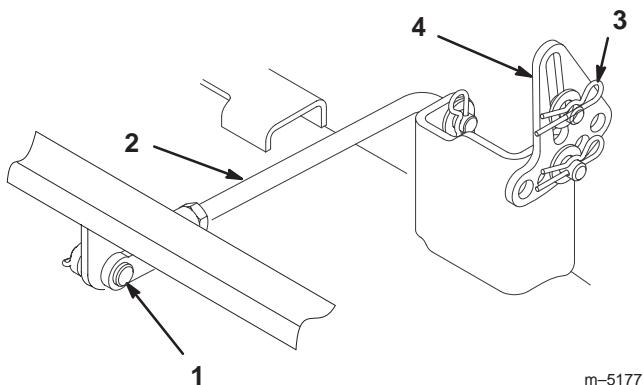

Figure 46
- Retirez la goupille fendue et l'axe de chape de la tige du tourillon arrière (Fig. 46) de chaque côté du plateau de coupe.
- Enlevez la goupille fendue et la rondelle des pattes de mise à niveau (Fig. 46) de chaque côté du plateau de coupe. Notez le trou de montage de la patte de mise à niveau en prévision de la repose. Dégagiez les pattes de l'axe de montage.
- Fixez le tourillon arrière à la machine à l'aide de l'axe de chape et de la goupille fendue (Fig. 46) de chaque côté du plateau de coupe.
- Glissez les pattes de mise à niveau sur les axes de montage et fixez-les à l'aide des rondelles et des goupilles fendues (Fig. 46).